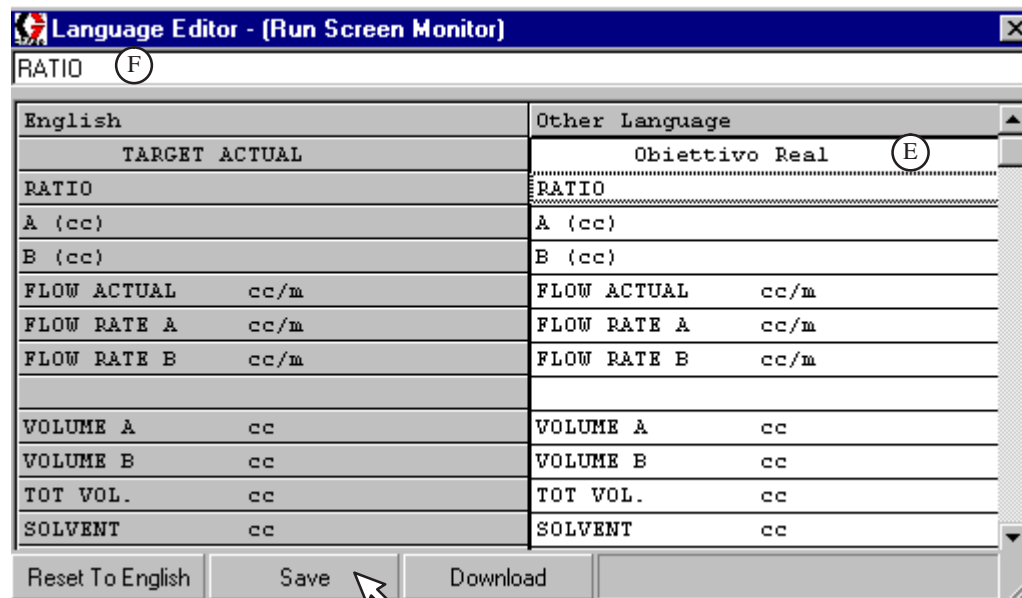

Fig. 13.63
4. Taper la traduction en écrasant le texte de la barre de texte. Appuyer sur ENTER pour entrer le texte dans la colonne Autre langue (E) et passer à la ligne suivante (F). Voir Fig. 13.63.